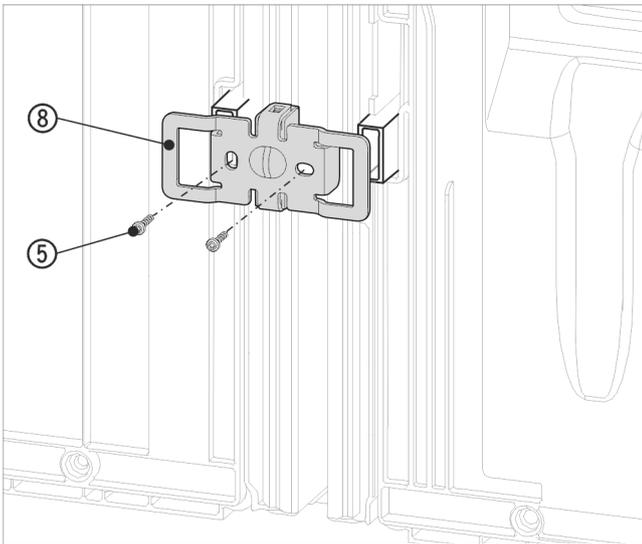

Fig. 22 例图
- ▶ 使用凹槽重新将角 Fig. 22 (8) 推入壁距调整垫片的插槽上方。
- ▶ 使用两颗螺栓 Fig. 22 (5) 拧紧固定。